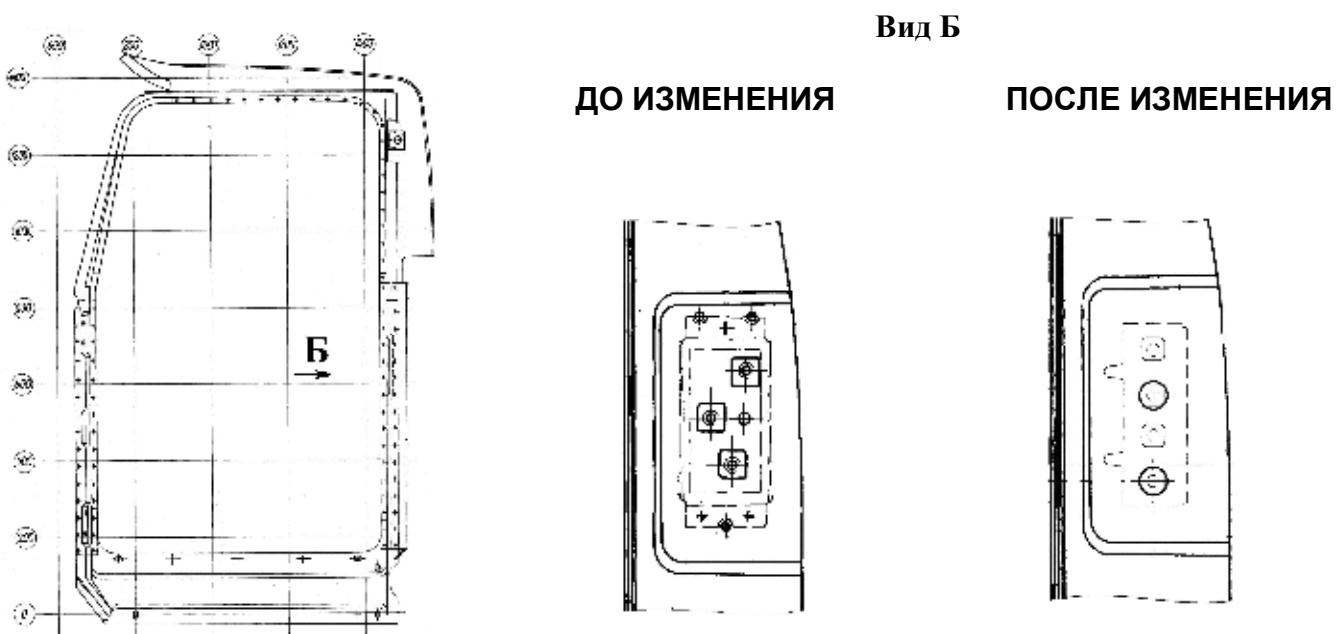

Рис. 18. Проем двери с расположением отверстий под замок двери.
1. Каркасы боковин, выпускаемые с этими номерами с октября 2009 года, отличаются от каркасов с такими же номерами, выпущенными ранее. Каркасы боковин выпускаются *под новые замки и новые фиксаторы* (см. рис. 18).